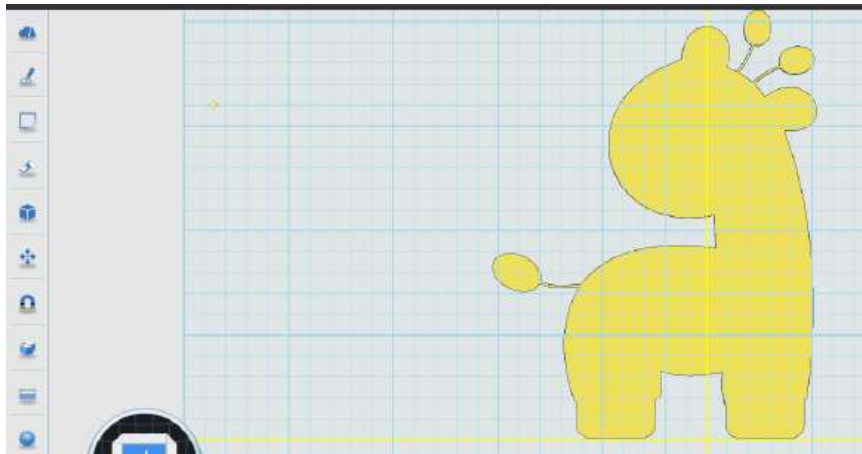
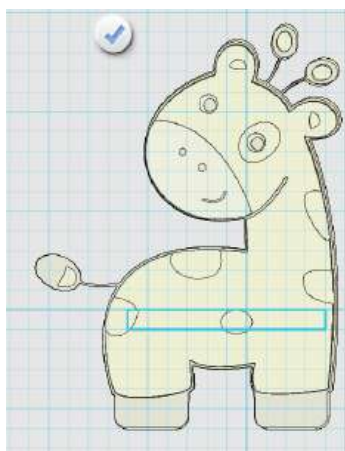

图 1
图 2
12. 利用鼠标右键或者视图导航器将平面转到长颈鹿背面，进入草图编辑页面（图 1），选择的平面就是长颈鹿的背面。在合适的位置画一个长方形草图（图 2）。考虑对后面要做镜像，所以多做几个参考体。（图 3）。